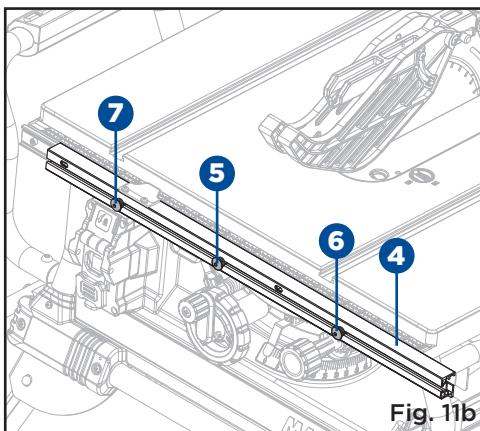

Fig. 11b
Il y a trois vis de positionnement (5, 6, 7) sur chaque rail de guide avant et arrière (4) pour fixer le guide de refente. Les vis de positionnement (5, 6) sont utilisées pour le guide de refente à la droite de la lame de scie. Les vis de positionnement (7) sont utilisées pour le guide de refente à la gauche de la lame de scie. (Fig. 11b)
- En tenant incliné le guide de refente (3), alignez les vis de positionnement (avant et arrière) des rails du guide avec les fentes du guide.
- Fixez le guide de refente en place en tournant les boutons de verrouillage du guide de refente (2) dans le sens horaire. Verrouillez le levier des rails du guide de refente (1).